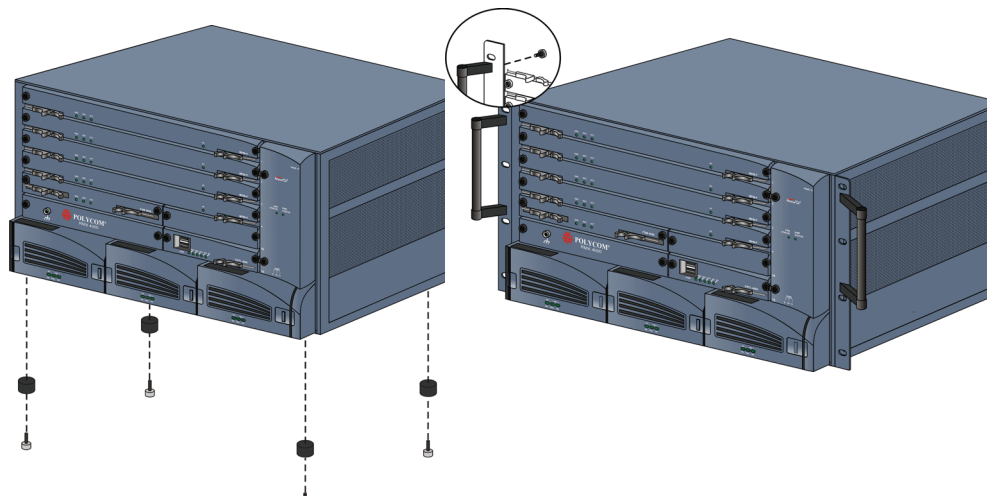

Figura 1-1 Opcional: Remoción rápida del pie y las manijas
- Opcional: dependiendo del bastidor que tenga el usuario, tal vez sea necesario quitar las manijas si están unidas a la RMX 4000. Desatornille las manijas del chasis como se muestra en la Figura 1-1, "Opcional: Remoción rápida del pie y las manijas".
- Opcional: si el espacio del bastidor para la RMX 4000 es exactamente de 6U, será necesario quitarle las patas antes de instalarla. Desatornille las patas del chasis como se muestra en la Figura 1-1, "Opcional: Remoción rápida del pie y las manijas".